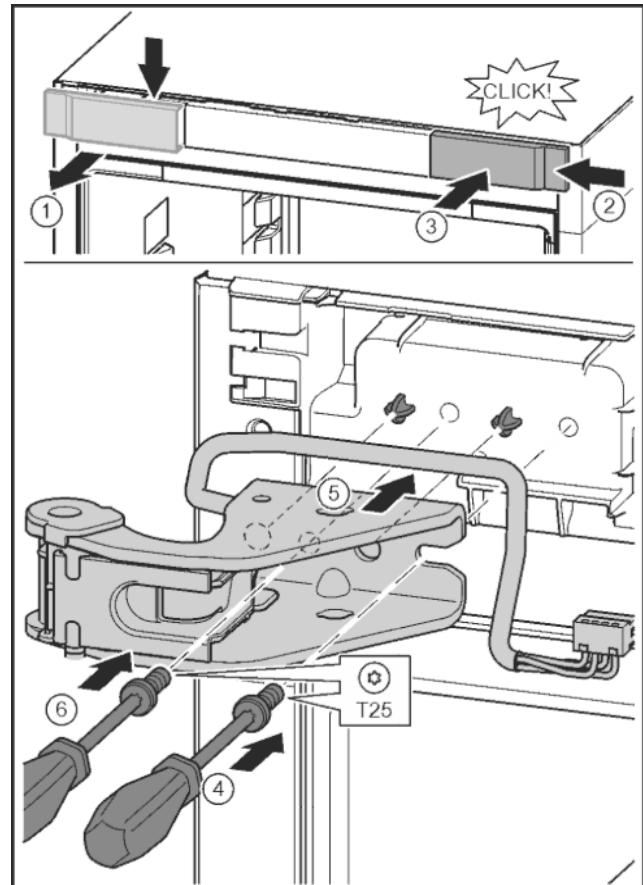

Fig. 29
- Отпустить крышку и снять сбоку. Fig. 29 (1)
- Навесить крышку, повернув ее на 180°, справа с другой стороны. Fig. 29 (2)
- Крышку зафиксировать. Fig. 29 (3)
- Установить винт отверткой T25. Fig. 29 (4)
- Установить верхний опорный кронштейн. Fig. 29 (5)
- Затянуть винт. Fig. 29 (4)
- Вставить и затянуть винт отверткой T25. Fig. 29 (6)